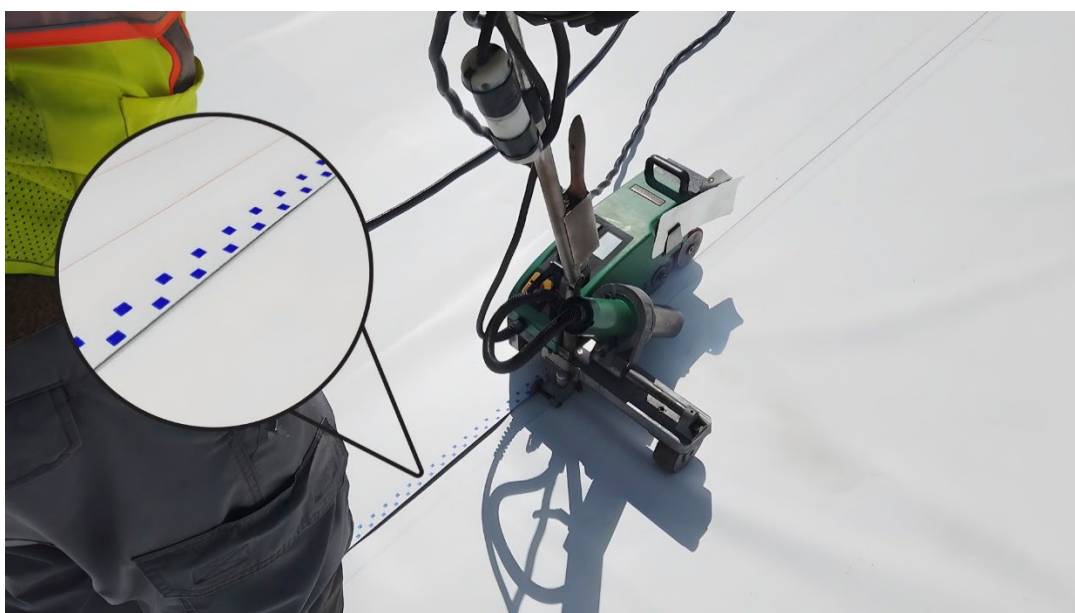

Figura 1: Pro-Weld en Uso
- Pro-Weld se aplica durante la producción en dos líneas discontinuas de $\frac{1}{4}$ " de ancho, que corren paralelas al borde izquierdo de la membrana, aproximadamente a $\frac{1}{4}$ " y $\frac{3}{4}$ " del borde (ver Figura 1). Esto ayuda a establecer la profundidad de una soldadura de calidad.